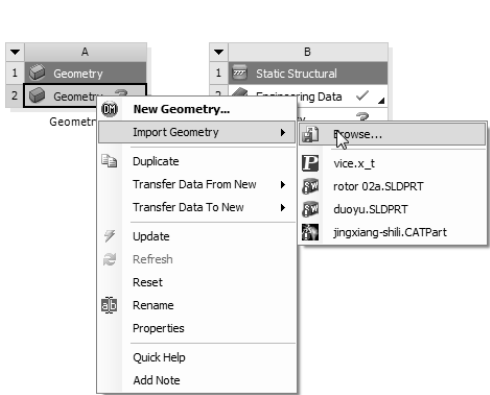

图 6-21 选择【Import Geometry】|【Browse】命令
- 1) 在 A2 栏的【Geometry】上单击鼠标右键，在弹出的快捷菜单中选择【Import Geometry】|【Browse】命令，如图 6-21 所示，弹出【打开】对话框。